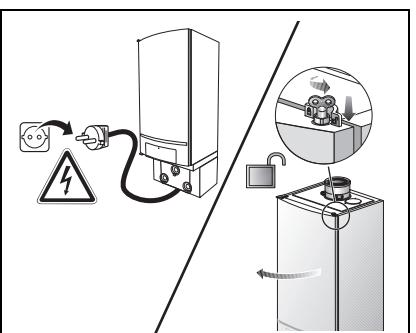

Fig. 2
- Togliere la corrente all'impianto di riscaldamento (fig. 2, pos. A).
- Allentare di un quarto di giro la chiusura dello sportello della caldaia con la chiave di sfato (fig. 2, pos. B, zoom).
- Premere la chiusura verso il basso (fig. 2, pos. B) e aprire lo sportello della caldaia.
- Desligar a corrente da instalação de aquecimento (fig. 2, pos. A).
- Soltar o fecho da porta da caldeira com a chave de purga em um quarto de volta (fig. 2, pos. B, lupa).
- Pressionar o fecho para baixo (fig. 2, pos. B) e abrir a porta da caldeira.